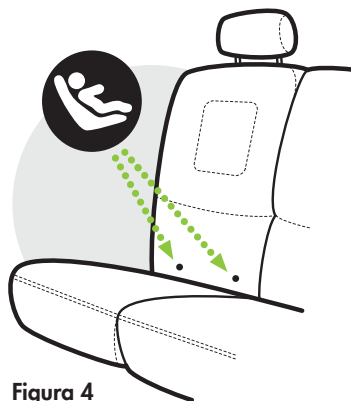

Figura 4
- Si los sujetadores LATCH no se ven con facilidad, se pueden encontrar mediante el símbolo que se encuentra cerca del pliegue que está entre el respaldo del asiento y el cojín de éste (**figura 4**).